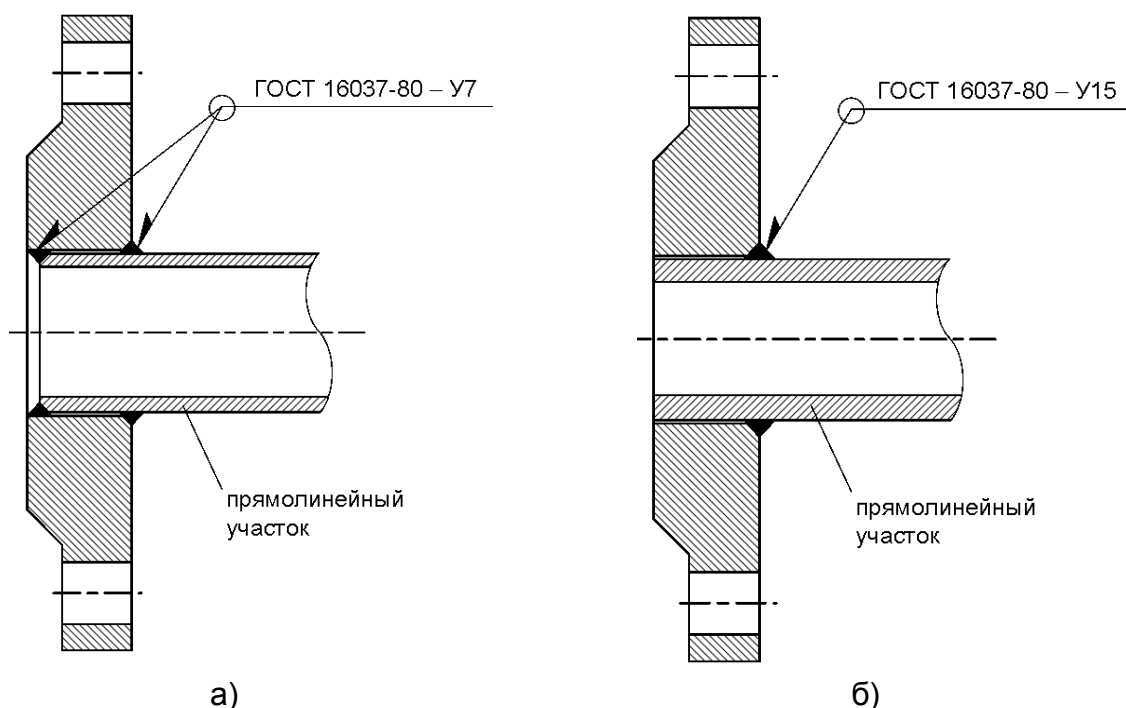

Рис.4. Сварка фланцев с прямыми отрезками трубопровода.
- 3.3.2.2. При изготовлении сборно-сварной конструкции используются плоские приварные фланцы по ГОСТ 33259 на давление 2,5 МПа. Сварка фланцев с прямыми отрезками труб (рис.4) осуществляется в соответствии с ГОСТ 16037.
При сварке фланца, приведенного на рис.4б, используются трубы сортамента по ГОСТ 8732-78 только из табл.3.